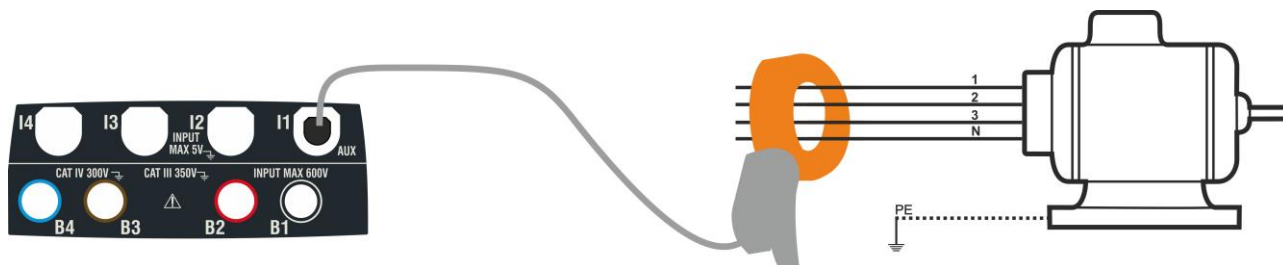

Fig. 6: Medida indirecta de la corriente de fuga en instalaciones trifásicas
5. Para medidas indirectas de la corriente de fuga conecte la pinza externa de acuerdo con la Fig. 6 . Para medidas directas de la corriente de fuga conecte la pinza de acuerdo con la Fig. 7 y desconecte las eventuales conexiones añadidas de tierra que podrían influenciar los resultados de la prueba